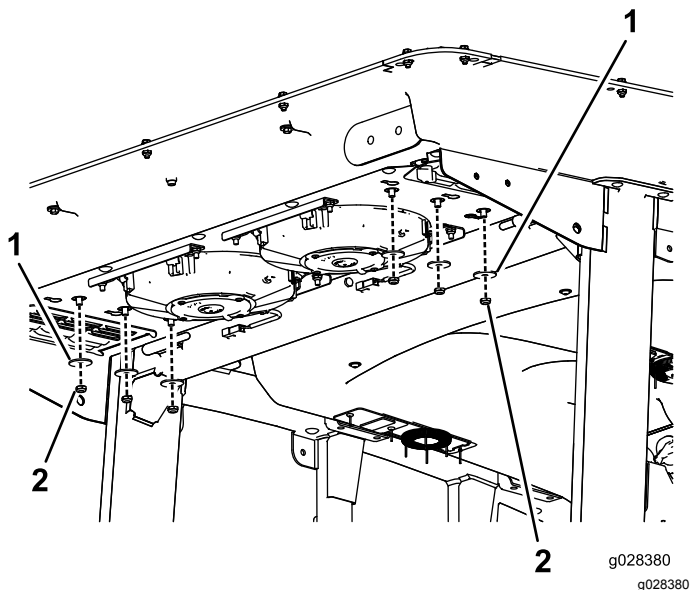

Figura 114
2. Retire as seis porcas e anilhas da parte inferior da traseira da cabina (Figura 114).